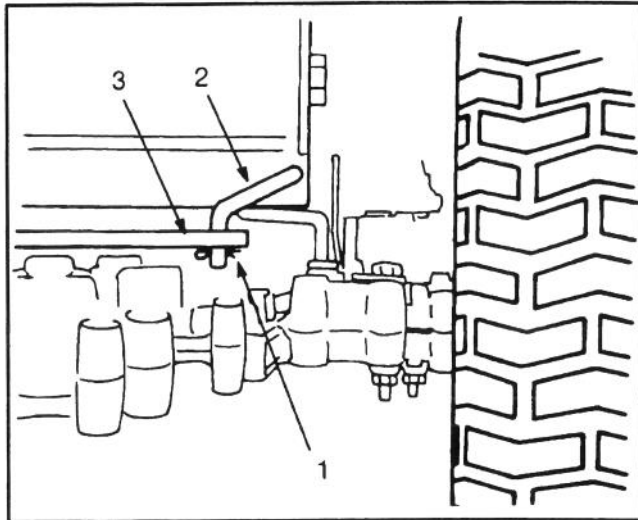

Figure 31
1. Déposer la goupille fendue située à droite de la bielle de l'essieu de la boîte pont lorsqu'on regarde l'arrière de la machine (Fig. 31).
2. Sortir la bielle du trou du support (Fig. 31).